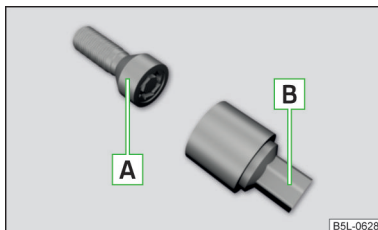

Fig. 251
Los tornillos de rueda antirrobo protegen las ruedas de un robo. Se pueden **soltar/apretar** solamente con el suplemento [B] » fig. 251.
- Introduzca la llave de rueda hasta el tope sobre el tornillo de rueda. Usar el suplemento para los tornillos de la rueda antirrobo correspondientes » fig. 251 de la pág. 234.